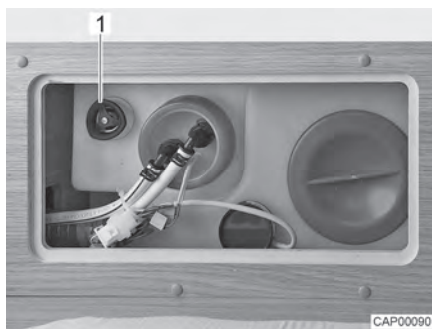

Bild 108 Vattentank med ratt
- Vrid ratten (Bild 108,1) på vattentanken moturs mot motståndet till stoppläget för att öppna utloppsöppningen helt.